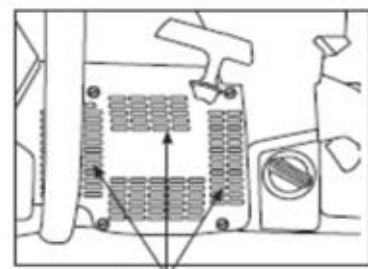

Figure 3
- * Efter hver brug af saven, skal starterhuset renses med rent vand (Fig 3).
- * Oliere starterhuset med en letvægtsolie (WD 40) igennem ventilationsribberne (Fig 3).